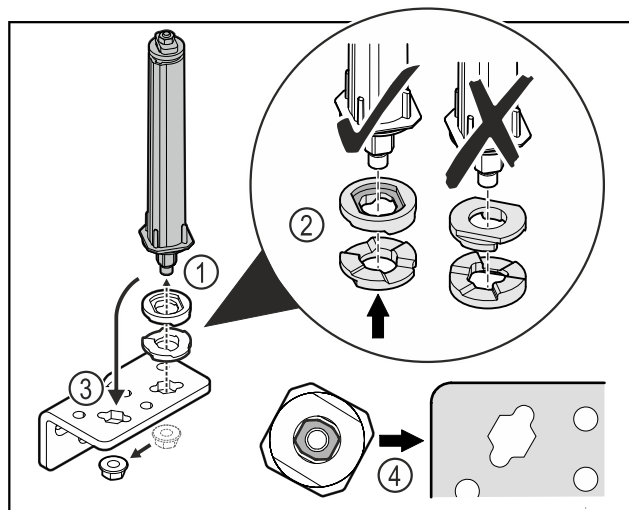

Fig. 34
- Soltar la tuerca y retirar el sistema de cierre de la puerta Fig. 34 (1).
- Tener en cuenta la orientación correcta de las arandelas de ajuste de altura Fig. 34 (2).
- Cambiar la posición del sistema de cierre de la puerta en la escuadra de bisagra y fijar con la tuerca Fig. 34 (3).
- Tener en cuenta la orientación correcta del sistema de cierre de la puerta al insertarlo Fig. 34 (4).